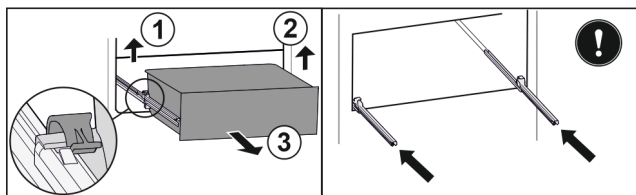

Fig. 136
- Nadvihnite ľavú svorku a súčasne ťahajte zásuvku vľavo dopredu. Fig. 136 (1)
- Nadvihnite pravú svorku a súčasne ťahajte zásuvku vpravo dopredu. Fig. 136 (2)
- Odoberte zásuvku dopredu. Fig. 136 (3)